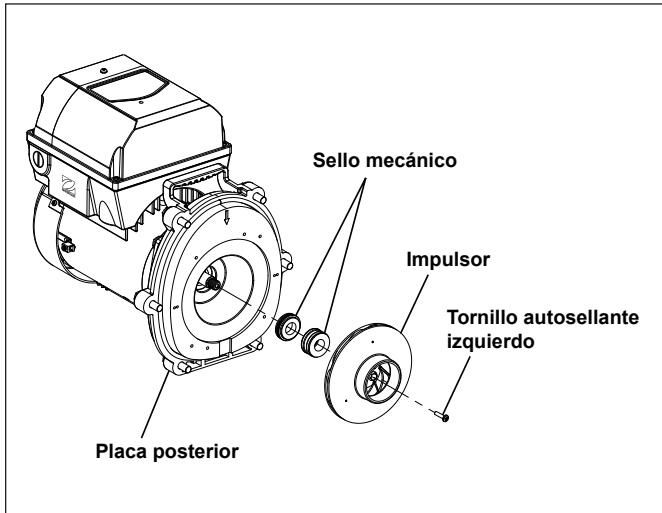

Figura 15. Retire el impulsor
7. Sostenga el eje del motor expuesta con una llave Allen hexagonal de 1/4" y quite el tornillo central del impulsor usando un destornillador Phillips N° 2. Gire el tornillo de rosca invertida hacia la derecha para aflojarlo. Véase la Figura 15.
2. Retire el sello de carbono del eje del motor (véase Figura 15). Éste es un sello con resorte. Sujete la parte de la junta más cercana al cuerpo del impulsor y quite el sello con un movimiento de torsión.